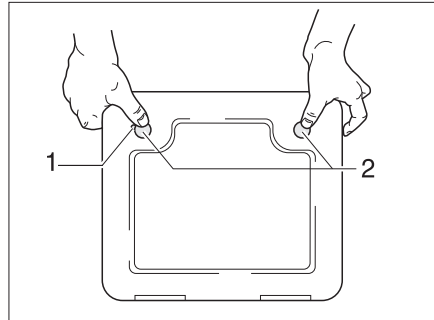

Bild 356 Klappe für die Toiletten-Kassette
- Die Klappe für die Kassette außen am Fahrzeug öffnen. Dazu den Schlüssel in den Schließzylinder des Druckschlösses (Bild 356,1) stecken und eine viertel Umdrehung drehen.
- Beide Druckschlösser (Bild 356,2) gleichzeitig mit dem Daumen drücken und die Klappe für die Kassette öffnen.